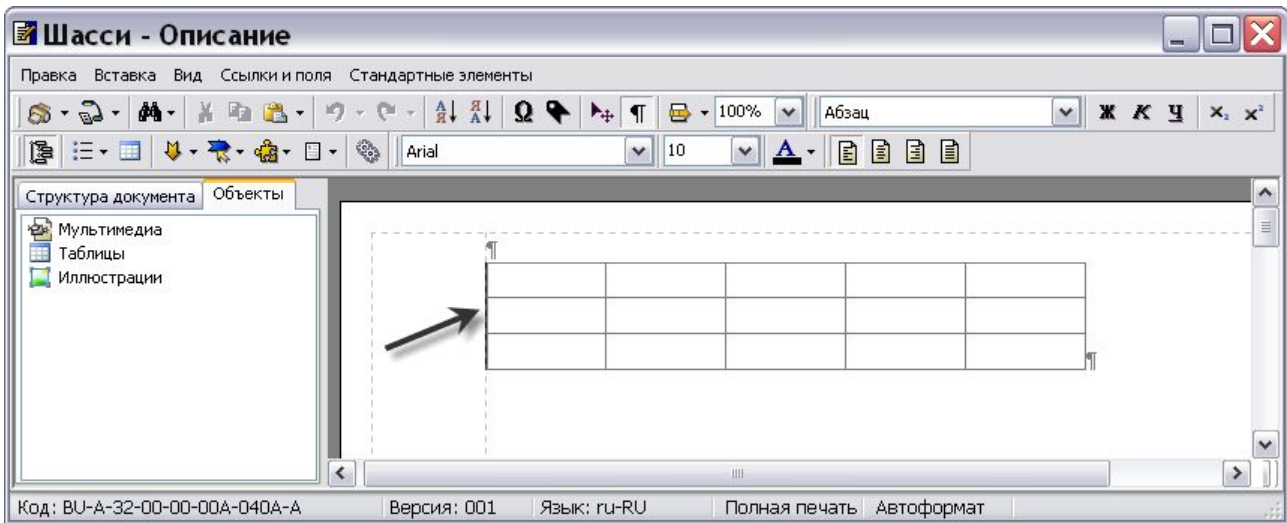

Рис. 3.89
2. Установите курсор вдоль левой границы неформальной таблицы (Рис. 3.89).